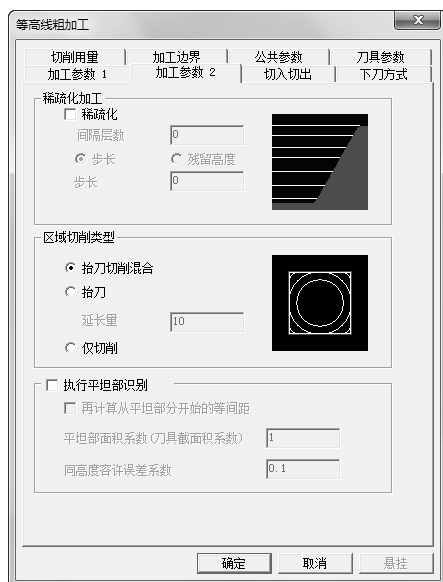

图 5-9 “加工参数 2”选项卡
2) 单击“加工参数 2”选项卡, 设置“区域切削类型”为“抬刀切削混合”, 其余“稀疏化加工”和“执行平坦部识别”选系统默认, 具体如图 5-9 所示。